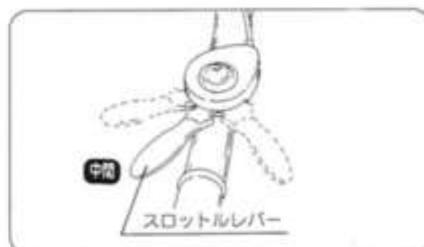

図33
- 1 エンジンを始動し、スロットレバーは【中間】位置にします。(図33)